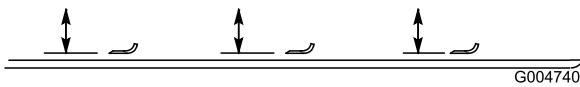

Figura 81
- Rode a lâmina até que as suas extremidades se encontrem viradas para a frente e para trás (Figura 81). Meça a distância entre o interior da unidade de corte e a parte cortante na zona dianteira da lâmina. Anote esta medida.